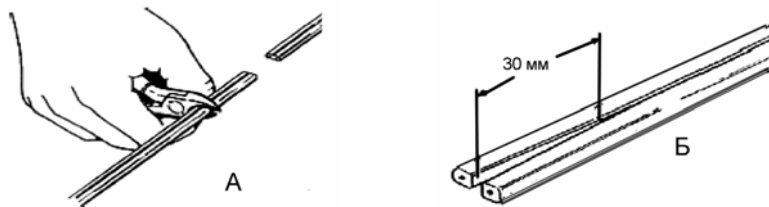

Рис. 13.2. Подготовка кабеля типа ПРППМ к монтажу
13.1.2. При монтаже кабеля типа ПРППМ следует подравнять концы проводников двух сращиваемых кабелей (рис. 13.2.A), а затем
разделить проводники в парах на расстоянии около 30 мм (рис. 13.2.Б).